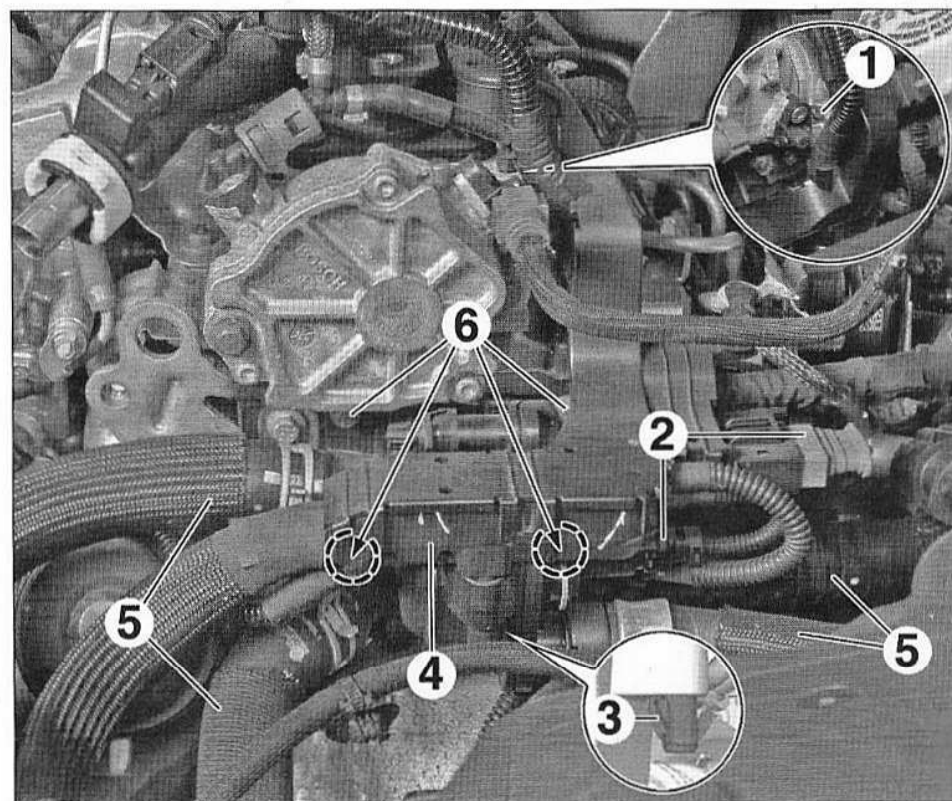

FIG.23
- la vis (1) du guide de faisceau électrique (Fig.23).
- Débrancher les connecteurs (2).
- A l'aide d'un petit tournevis plat, déverrouiller l'agrafe (3).
- Soulever et écarter le guide de faisceau électrique (4).
- Débrancher et obturer les durits (5).
- les vis (6),